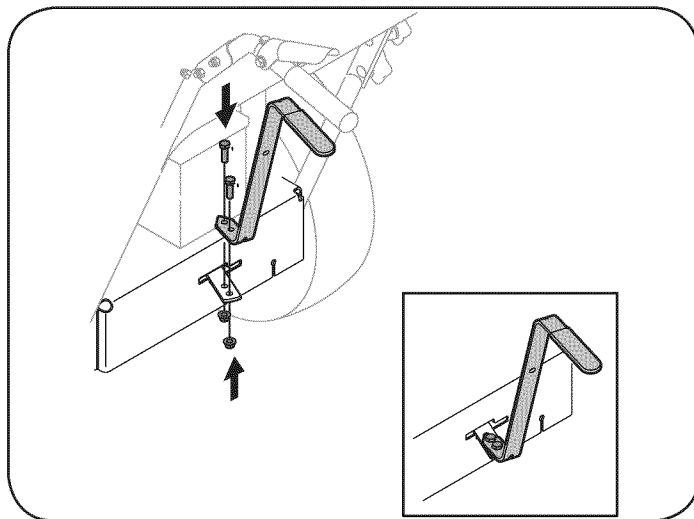

Figura 5
3. Coloque la palanca de cambio superior en posición vertical alineando los orificios de la palanca con los de la placa de cambio, Figura 5.
4. Asegure la palanca a la placa usando los dos tornillos y las dos tuercas extraídas anteriormente, Figura 5.